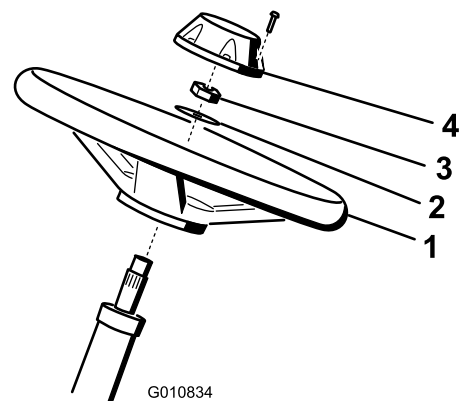

Bild 3
1. Schieben Sie das Lenkrad auf die Lenkwelle (Bild 3).
2. Schieben Sie die Scheibe auf die Lenkwelle (Bild 3).
3. Befestigen Sie das Lenkrad mit einer Klemmmutter an der Lenkwelle (Bild 3) und
4. Montieren Sie den Deckel mit der Schraube am Lenkrad (Bild 3).